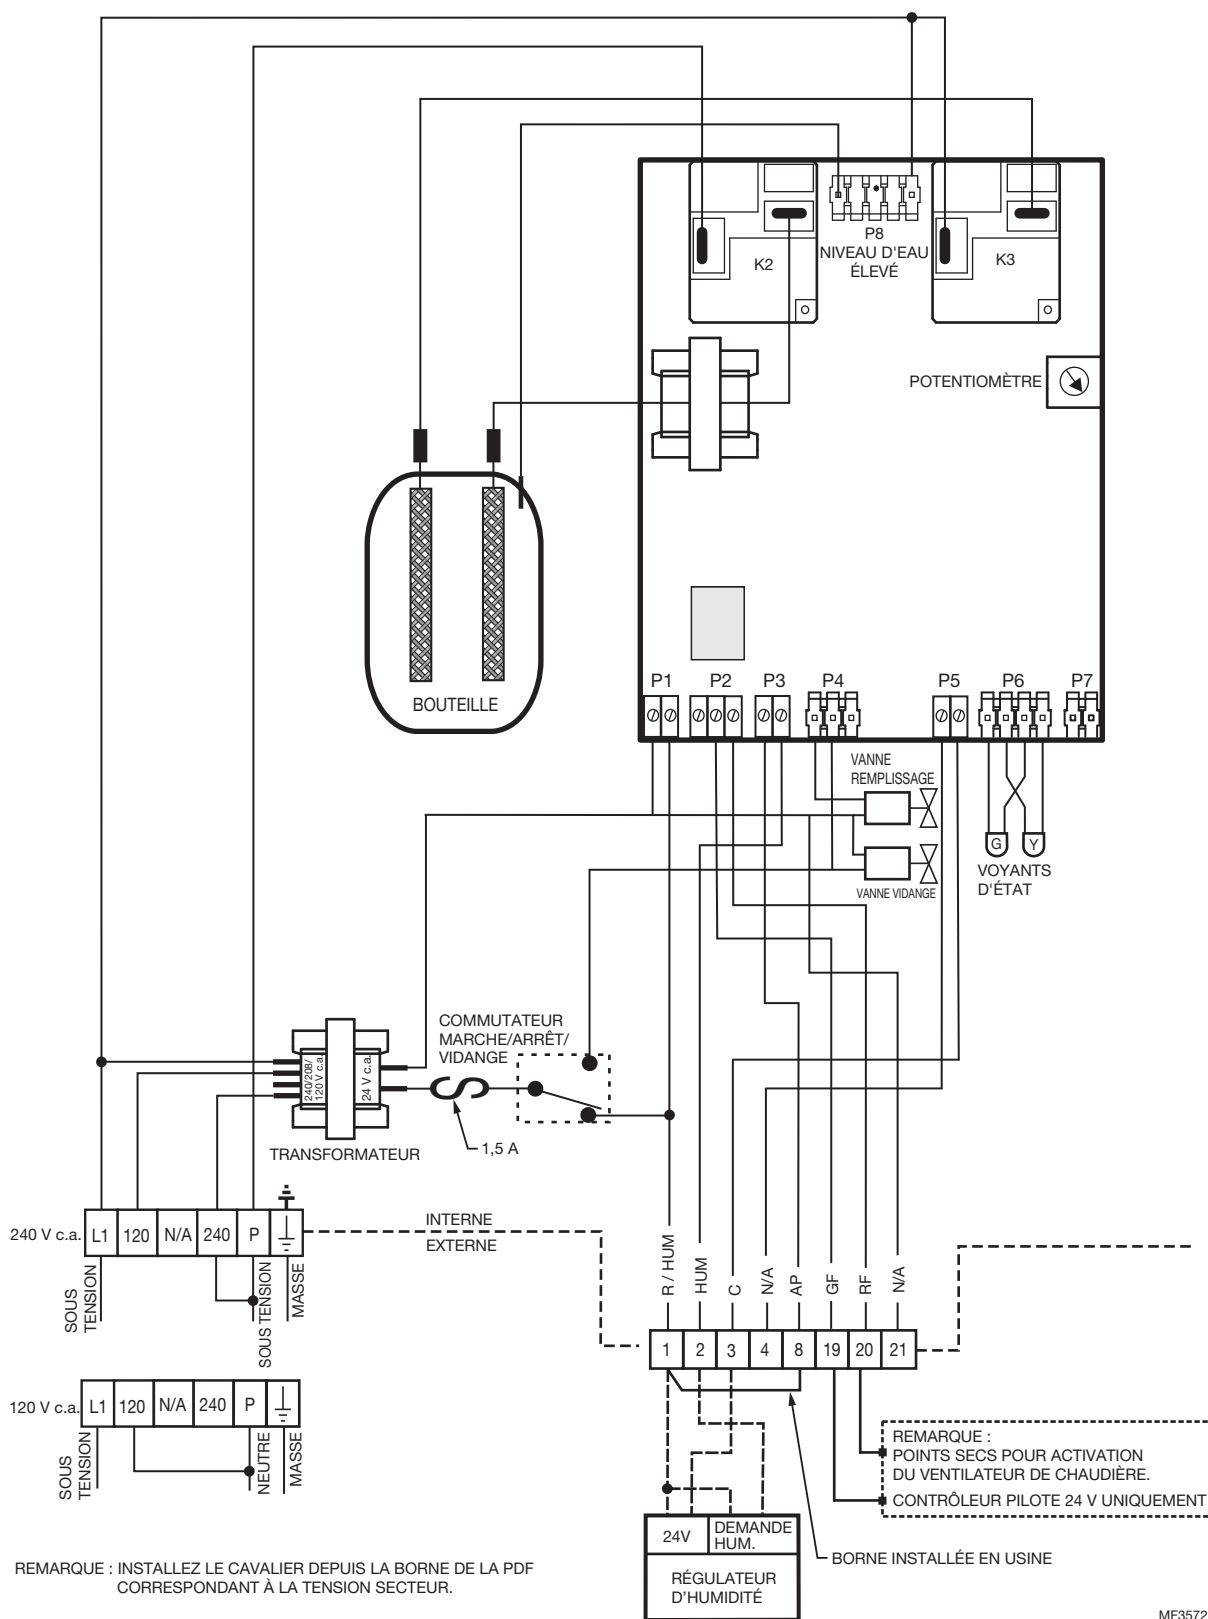

Fig. 8. Schéma de câblage.
1. Débranchez les faisceaux de fils et notez la position des bornes. (Voir le schéma de câblage sur la Fig. 8, page 7.)